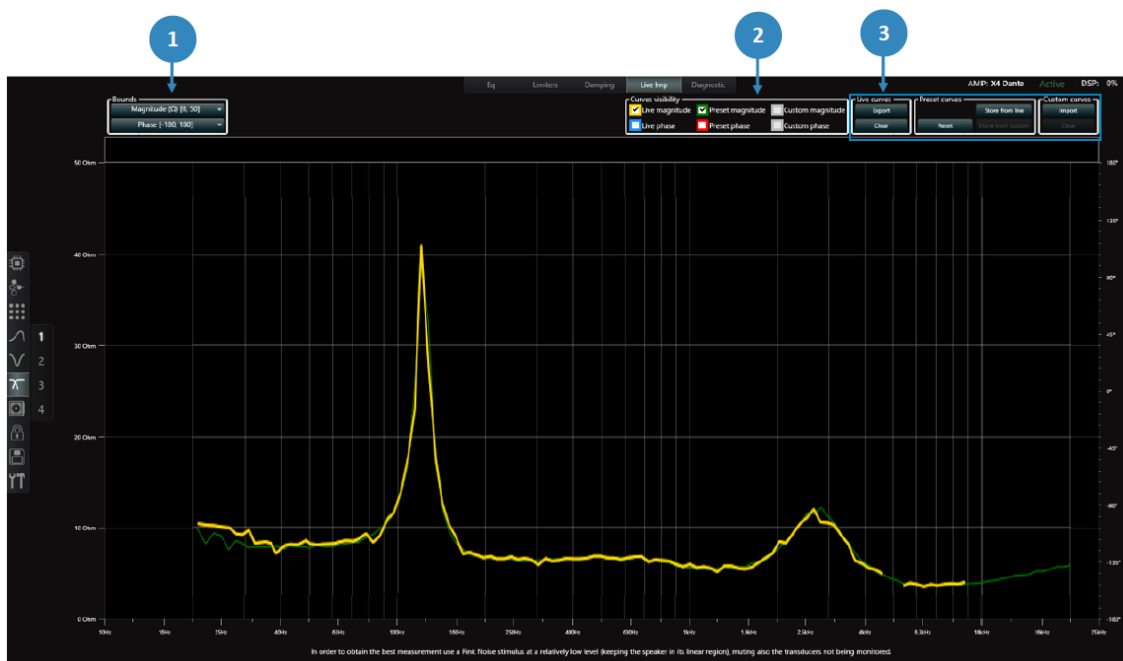

図 5 - Live Impedance
3. 上部から「Live Impedance」タブを選択して Live Impedance ページを表示します (図 5)。